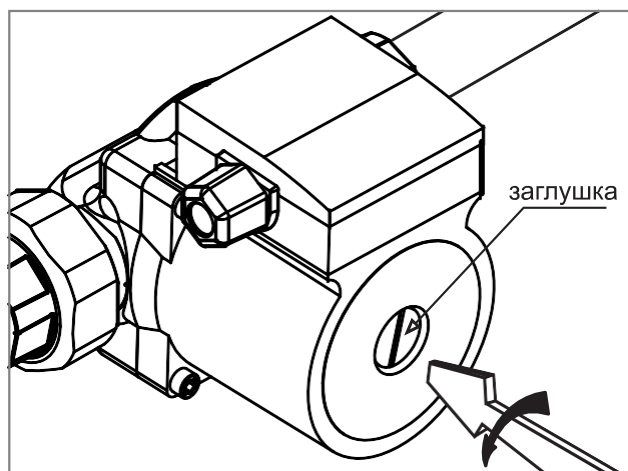

Рис.6 Удаление воздуха из насоса
- выкрутить винт и ослабить заглушку для удаления воздуха, защитив электрические части от попадания жидкости или пара **рис.6**;